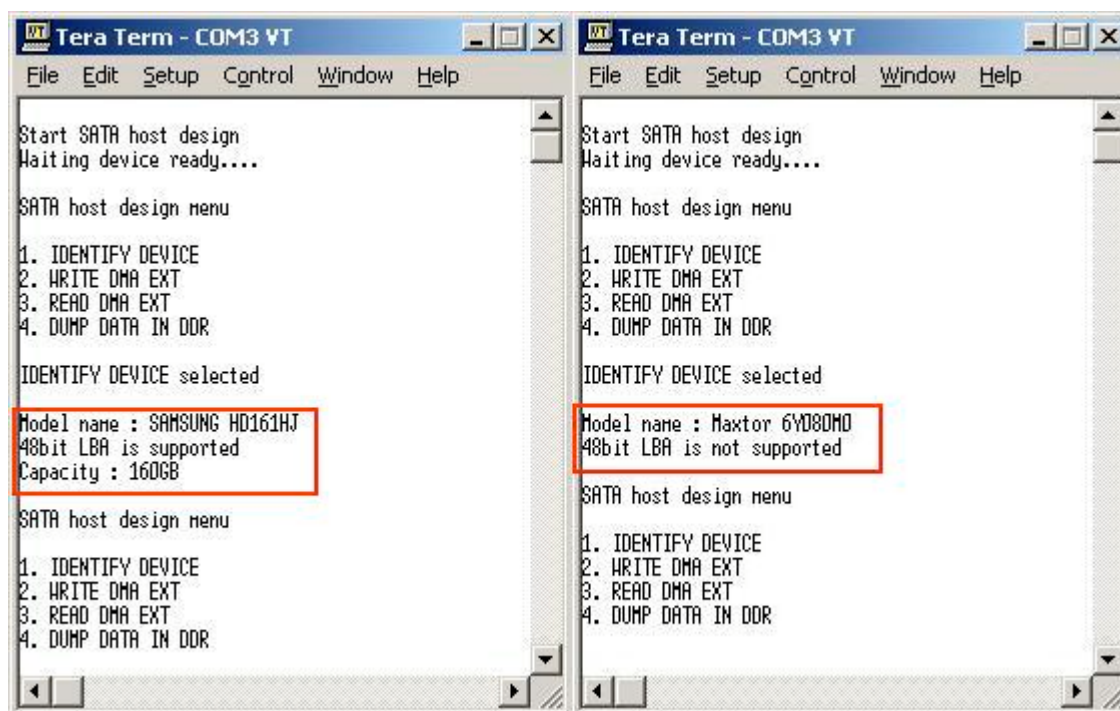

図 6: Identify Device メニュー
- 本メニューが実行されると下図 6 のように HDD の各情報(型番情報、48 ビット LBA のサポート状態、容量)が表示されます。